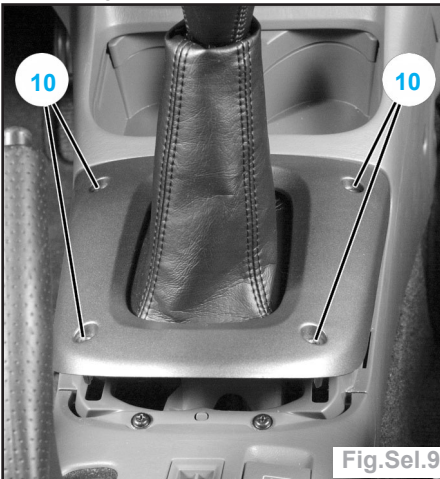

Fig.Sel.9
- déclipper la façade inférieure (9).
- déposer les vis de fixation (10) puis déposer le soufflet de levier de vitesses (fig.Sel.9),